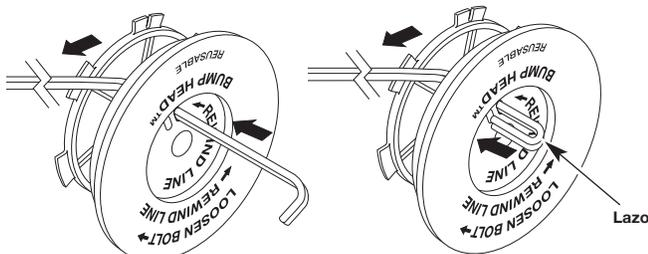

Fig. 32
8. Tome aproximadamente 3 m (10 pies) de nueva línea de corte. Inserte un extremo de la línea a través de uno de los orificios del carrete interior (Fig. 32). Pase la línea a través del carrete interior hasta que queden sólo 4 pulgadas fuera.
9. Inserte el extremo de la línea en el orificio abierto del carrete interior y hale de la línea en forma ajustada a fin de que el lazo sea lo más pequeño posible (Fig. 32).